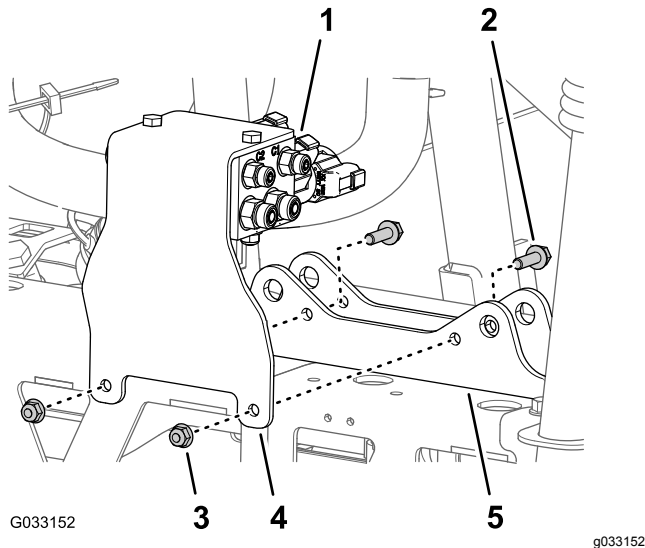

图67
3. 拧下将喷洒臂提升歧管的支撑托架固定至油缸安装座的2个凸缘锁紧螺母5/16英寸和2个凸缘头螺栓5/16 x 1英寸从机器上拆下歧管和托架图67。